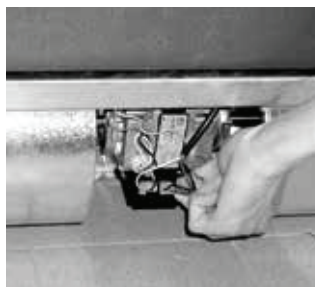

Fig. 9
5. déplacer les fast-on ou les creux dans la position de la triade de vitesse désirée, en se référant aux bornes numérotées L-M-M-1-2-3-4-5-6 (pour ventilo-convecteurs avec autotransformateur Fig. 9) ou 0-1-2-3-4-5-6 (avec moteur à 6 vitesses) et le relatif schéma électrique qui se trouve à bord de l'appareil;